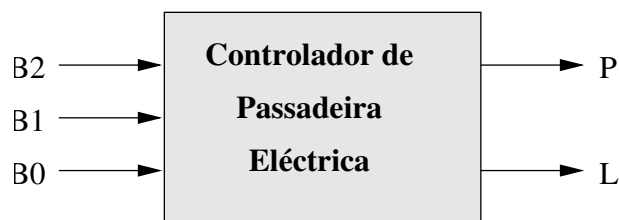

Figura 1: Diagrama de blocos do controlador de passadeira eléctrica.
1. Implementar o controlador de passadeira eléctrica, descrito no exercício 2 da secção P1, numa placa de testes (*breadboard*) e utilizando circuitos integrados TTL da família 74LSXXX. Na implementação deve usar apenas portas lógicas (AND, OR e NOT) de 2 entradas. O diagrama de blocos do controlador de passadeira eléctrica é apresentado na figura 1.